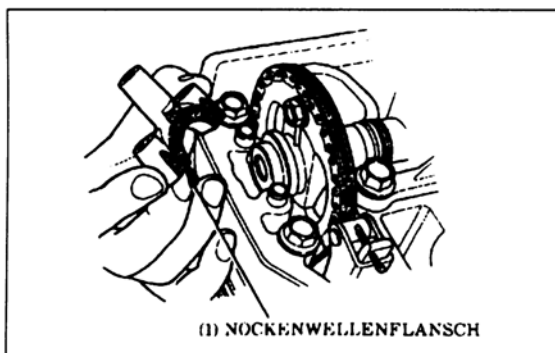

Bild 118
- Arretierungsstift des Steuerkettenspanners herausziehen (Bild 118).